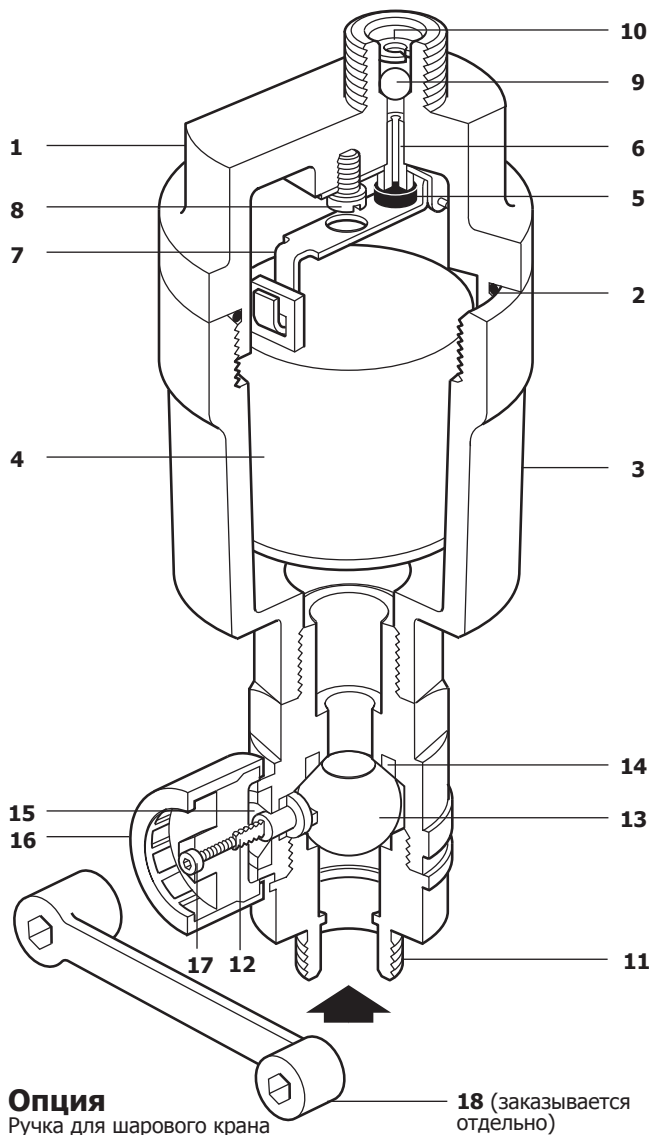

Рис. 2
- 3.4** Воздушник должен быть установлен вертикально так, чтобы вход находился снизу. Во время нормальной работы, а также если внутри корпуса воздушника соберется грязь, воздушник может начать пропускать не только воздух но и жидкость. Поэтому выход должен быть заведен в безопасное место (рис. 2).